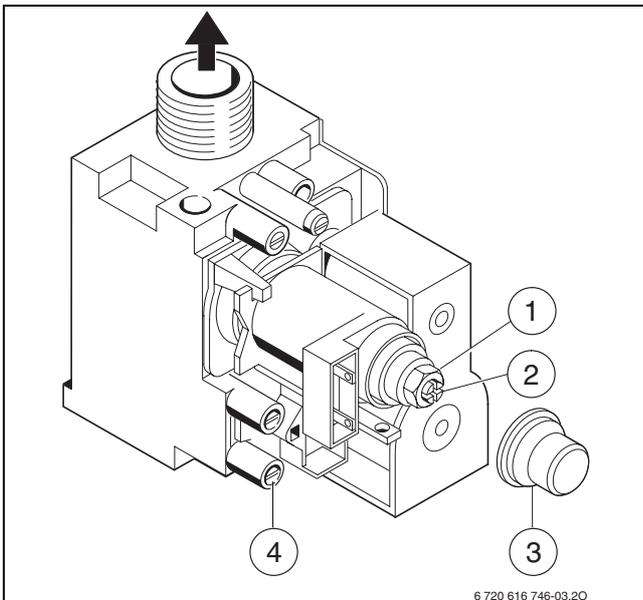

Fig. 44 Bloc gaz
- ▶ Retirer le capuchon (→ fig. 44 [3]) du bloc gaz.
- ▶ Pour « max » prendre la pression aux injecteurs indiquée (mbar) dans le tableau sur la page 67 ou 68 et la contrôler. Vérifier que l'écrou (→ fig. 44 [1]) est bien serré en butée sur le corps laiton.
- ▶ Pour « min » prendre la pression aux injecteurs indiquée (mbar) dans le tableau sur la page 67 ou 68. Régler la pression aux injecteurs au moyen de la vis de réglage de débit gaz minimal (→ fig. 44 [2]).
- ▶ Desserrer la vis dans la prise de mesure de la pression de raccordement (→ fig. 44 [4] en page 53) et brancher un manomètre à cette prise.
- Retirer le capuchon (→ fig. 44 [3]) du bloc gaz.
- Pour « max » prendre le débit de gaz indiqué dans le tableau sur la page 67 ou 68 et le contrôler. Vérifier que l'écrou (→ fig. 44 [1]) est bien serré en butée sur le corps laiton.
- Pour « min » prendre le débit de gaz indiqué dans le tableau sur la page 67 ou 68. Régler la pression aux injecteurs au moyen de la vis de réglage de débit gaz minimal (→ fig. 44 [2]).